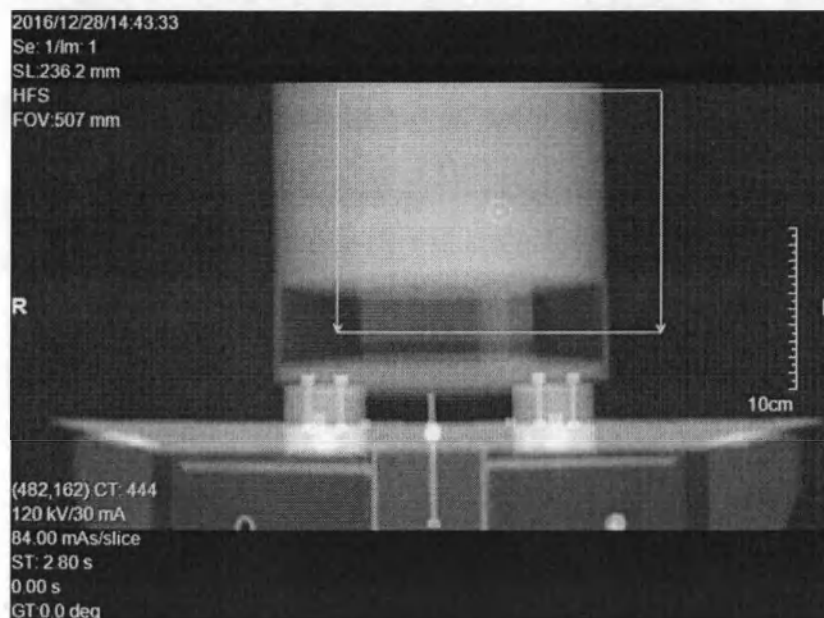

Рисунок 49 Выделение области скаут сканирования
5. Определите область скаут сканирования как показано на рис. 49.